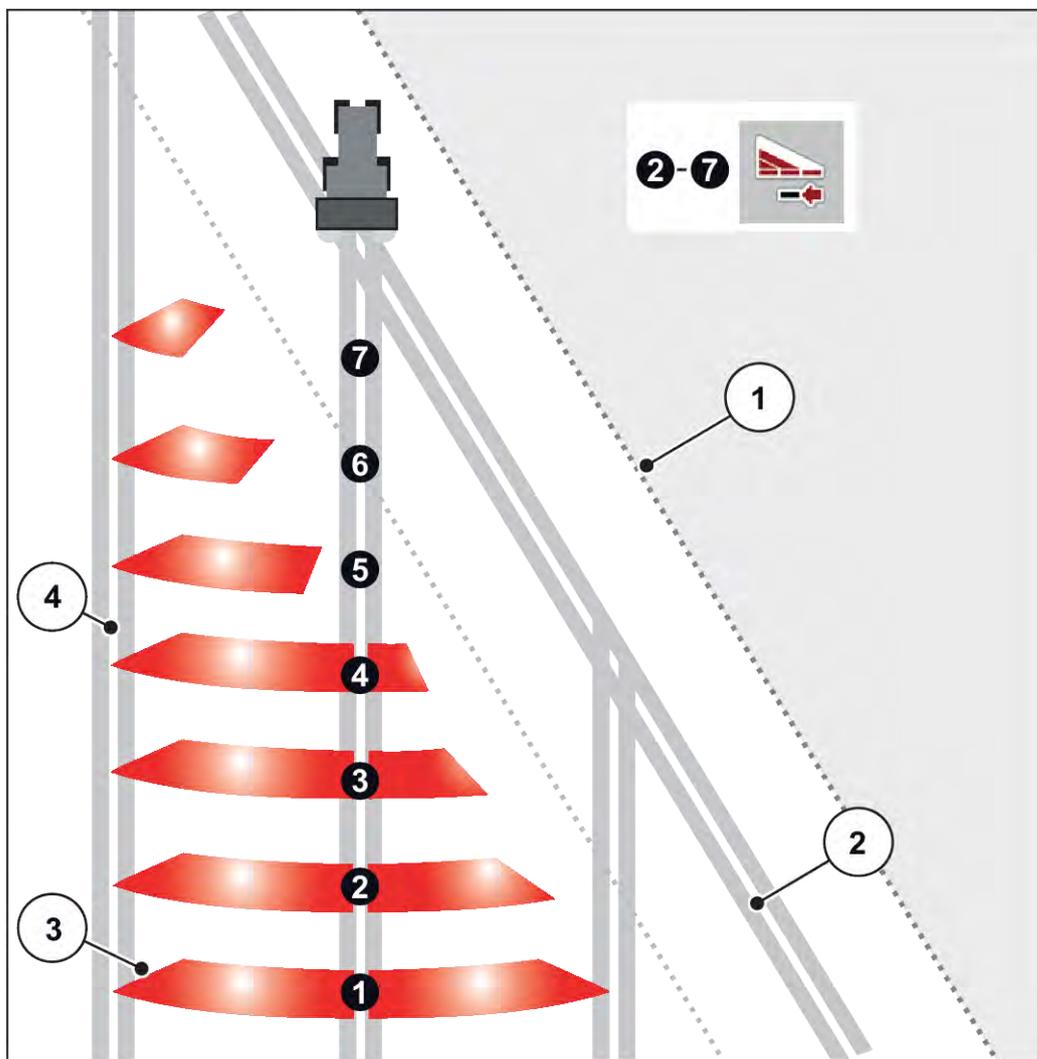

Рис. 47: Автоматическое переключение секций штанги
- Переключение секций рабочей ширины можно осуществлять снаружи вовнутрь или изнутри наружу. См. Рис. 47 Автоматическое переключение секций штанги